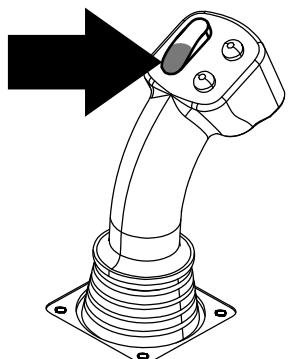

Figure 30
**Important:** Veillez à maintenir enfoncé le bas de l'interrupteur à bascule de la came sur le levier de commande gauche jusqu'à ce que la fin de chaque étape (Figure 30).